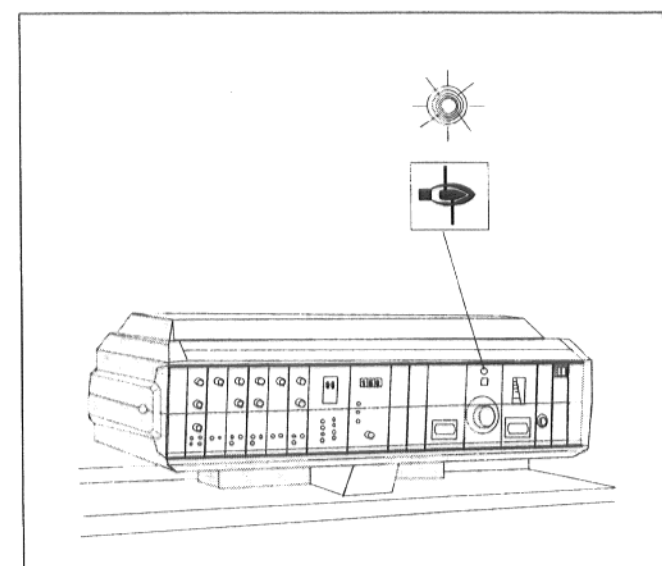

Fig. 3
- Si le signal lumineux s'allume sur l'appareil de régulation (fig. 3), actionner le bouton de réarmement sur l'appareil de régulation.